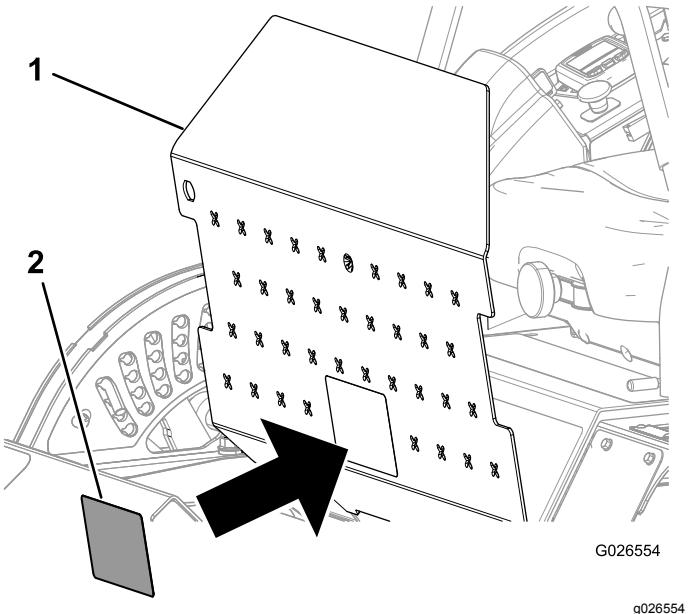

Bild 7
5. Drehen Sie die Bodenplatte in die geöffnete Stellung \(Bild 7\).
6. Kleben Sie den neuen Riemenverlaufsaufkleber über den vorhandenen Aufkleber (Bild 7).